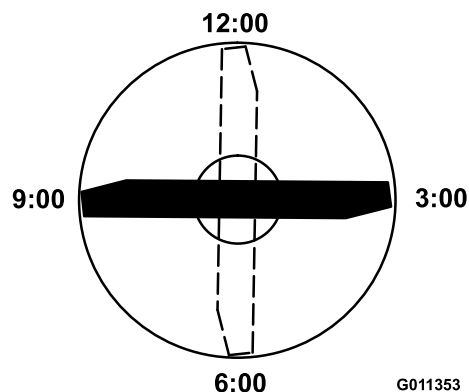

Figure 88
4. Positionnez le tranchant de l'extrémité marquée à la position 12 heures (droit devant dans la direction de la tonte) (Figure 88) et mesurez la hauteur de la surface plane au tranchant de la lame.
5. Tournez l'extrémité marquée de la lame aux positions 3 et 9 heures (Figure 88) et mesurez les hauteurs respectives.